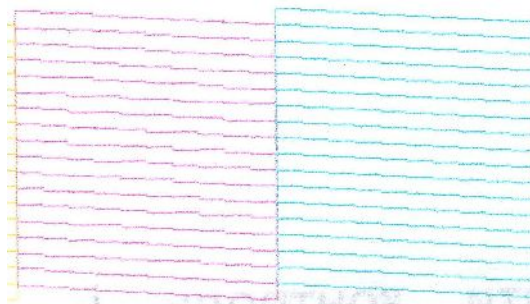

Рис. 3. Тест беспорядочно косящих дюз пурпурного цвета и надлежащей работы голубого канала
- ✓ неровные/косые черточки на распечатанном шаблоне проверки дюз печатающей головки (Рис. 3);